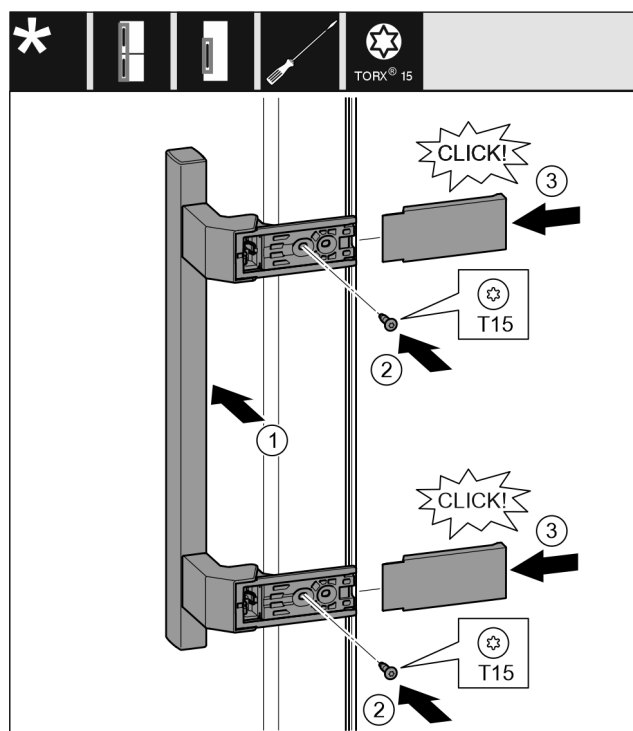

Fig. 40
- Applicare la maniglia sul lato opposto. Fig. 40 (1)
- Serrare le viti con il cacciavite T15. Fig. 40 (2)
- Applicare le coperture lateralmente e spingerle. Fig. 40 (3)